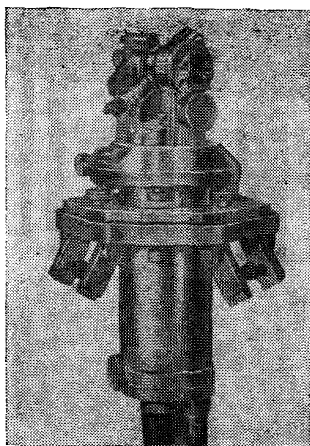

Рис. 4. Гиротеодолит GI-B2
1.20. Гиротеодолит Gi-B2 (рис. 4) с автоматической системой слежения за положением точек риверсин предназначен для автономного определения азимута направлений со средней квадратической погрешностью  $\pm 15''$ . Применяется для ориентирования подземных опорных сетей, передачи направления с поверхности в шахты и на-